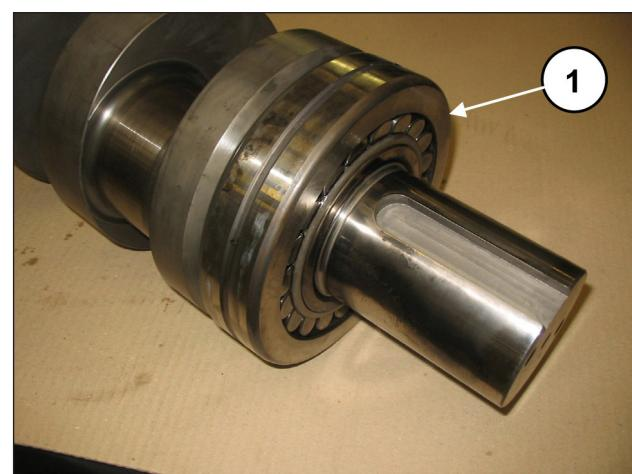
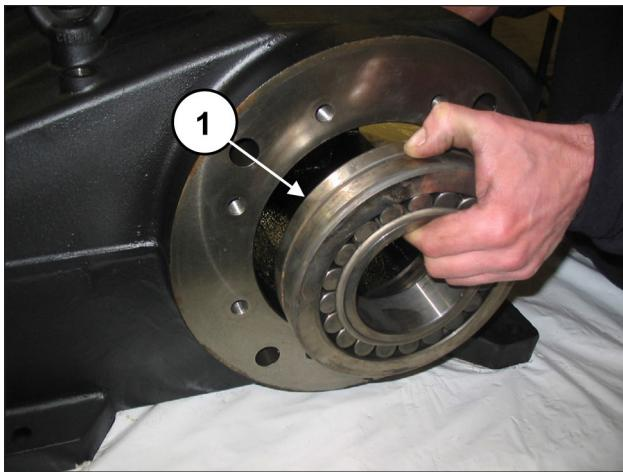

Fig. 42
Fig. 43
Premontare il cuscinetto lato PTO sull'albero fino a battuta (pos. ①, Fig. 42) e montare il cuscinetto lato opposto sul carter (pos. ①, Fig. 43).
Il cuscinetto in Fig. 43 ha l'anello interno conico. Verificare che la conicità sia dall'esterno all'interno per permettere il successivo inserimento della bussola.